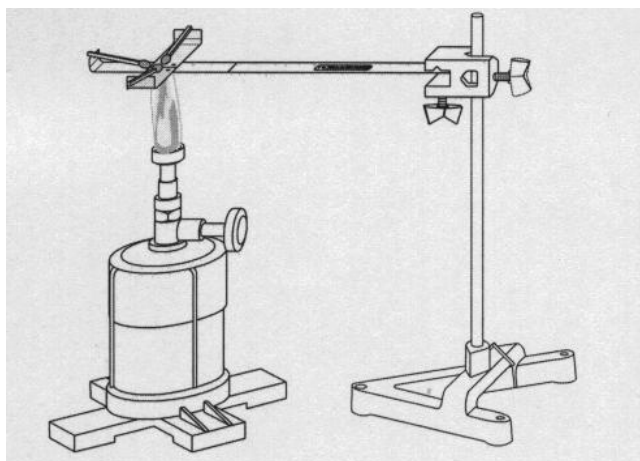

Figura 1
1. Monte os materiais de acordo com a figura 1
4. Coloque os fósforos como na figura 1